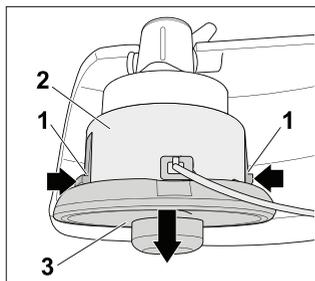

Fig. 12
- Pressionar ambas as travas (1), (Fig. 12), do carretel (2) e retire a bobina de fio e a tampa (3).
- Pressionar ambas as travas de retenção (1), (Fig. 12, Pág. 13) da caixa da bobina (2) e retirar a bobina com a respectiva tampa (3).